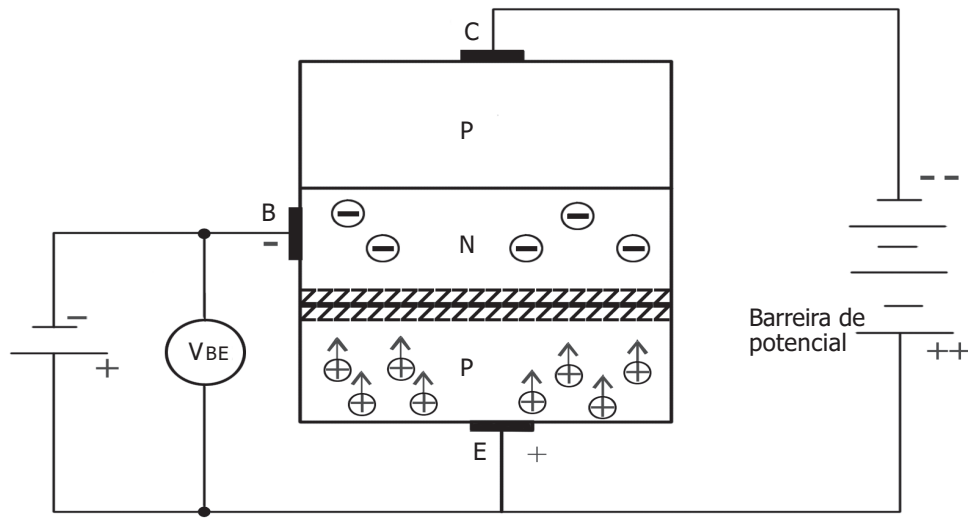

Fig. 43
- o potencial positivo aplicado ao emissor repele as lacunas do material P em direção à base (Fig. 43)